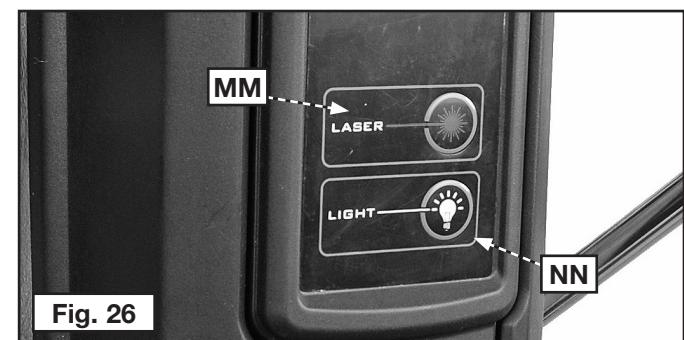

Fig. 26
Appuyez sur le bouton « LASER » (MM), fig. 26, pour allumer ou éteindre les lasers avec réticule en croix.
Appuyez sur le bouton « LIGHT » (NN), fig. 26, pour allumer ou éteindre la lampe de travail DEL.